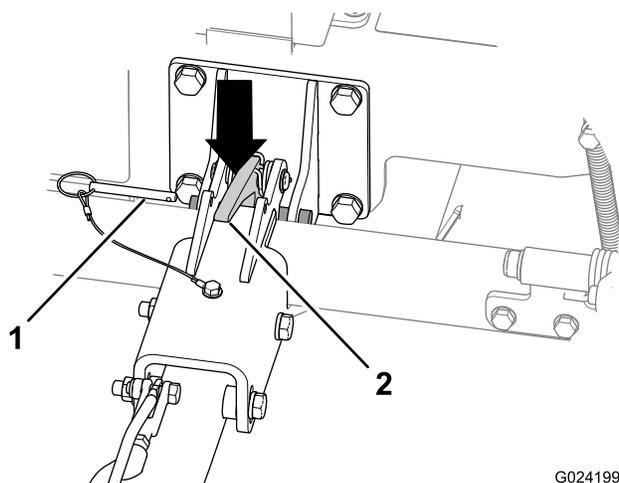

Figure 19
A. Retirez la goupille de blocage (Figure 19).
C. Appuyez sur le verrou d'attelage pour le déverrouiller (Figure 19).